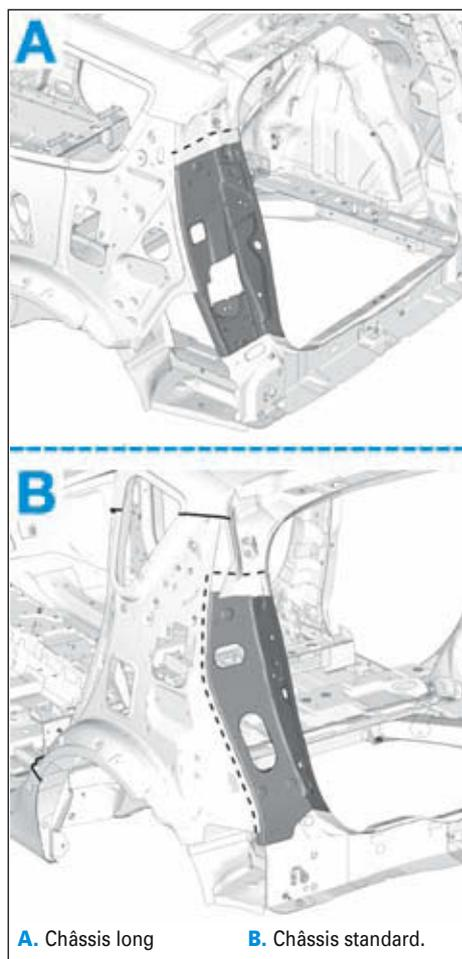

FIG.151
- Respecter la ligne de coupe (Fig.151).